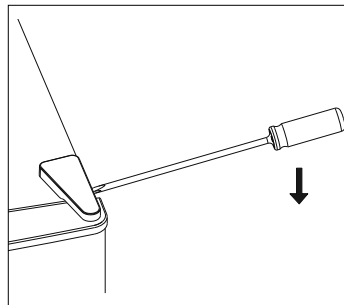

Fig. 3
- ▶ Placez le thermostat (3) en position « 0 ». Débranchez la fiche d'alimentation de la prise de courant.
- ▶ Retirez le cache-charnière (1) du côté droit par exemple à l'aide d'un tournevis plat (voir **Fig. 3**).